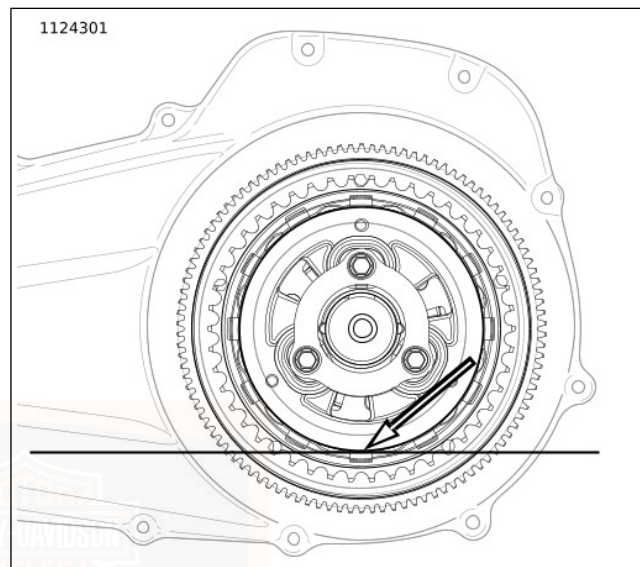

Abbildung 98. Primärer Schmiermittelstand
- b. Siehe Abbildung 98. Der korrekte Füllstand liegt ca. an der Unterseite des Außendurchmessers der Druckplatte.